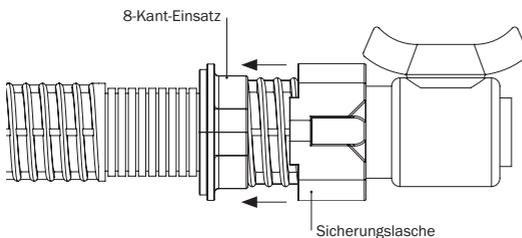

Abbildung 20.5: Sicherungsglasche über 8-Kant-Einsatz schieben
- Die Sicherungsglasche bis zum Anschlag über den 8-Kant-Einsatz schieben (s. Abbildung 20.5).